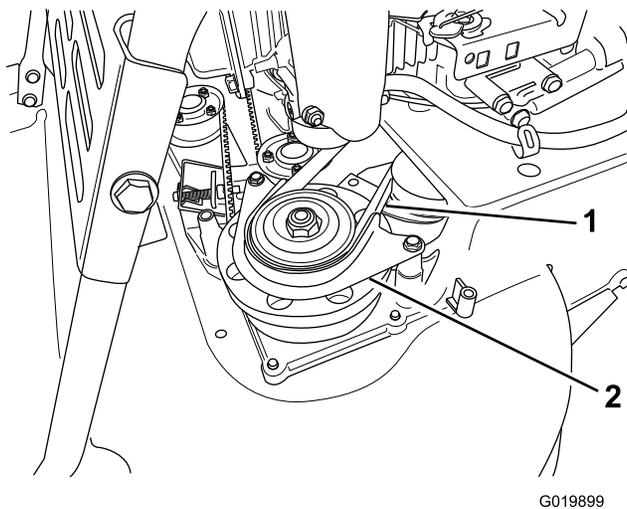

Figure 36
6. Déposez la protection de la courroie du BBC (Figure 36).